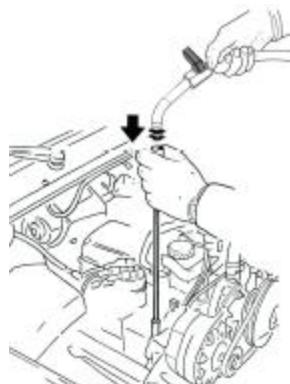

FIG. 2
- Schließen Sie den Auslauf des Saugschlauchs an die im Motor eingetauchte Sonde an. (Abbildung 2)